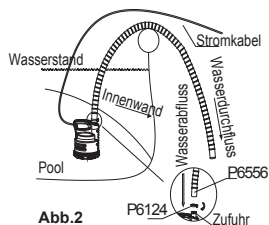

Abb. 2
1. Schließen Sie den mitgelieferten Schlauch durch Festziehen der Schlauchschelle an die Entleerungspumpe an. (Siehe Abb. 2)